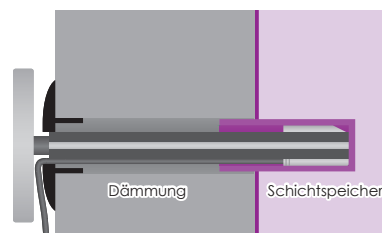

Bild 13: Das Steckmodul ist bis zum Anschlag in die Tauchhülse geschoben.
4. Schieben Sie das Steckmodul bis zum Anschlag in die Tauchhülse (► Bild 13).